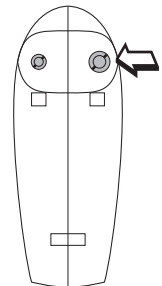

Abbildung 2
1. Stecken Sie die Zubehörteilen in die Öffnungen an der Unterseite des Mixers (1). Die Stifte auf dem Zubehörteil müssen in die Aussparungen gleiten.
- ⚠ Beim Einstecken der Zubehörteilen in das Gerät müssen Sie darauf achten, dass Sie das Zubehörteil mit Zahn-Rad in die größere, rechte Öffnung stecken. (siehe Abbildung 2).